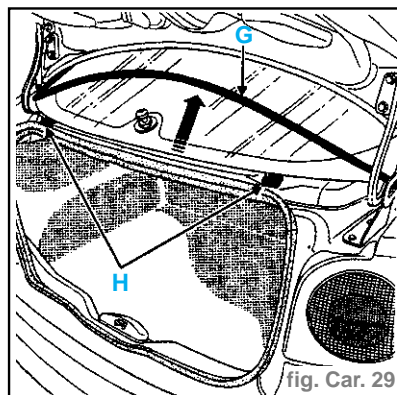
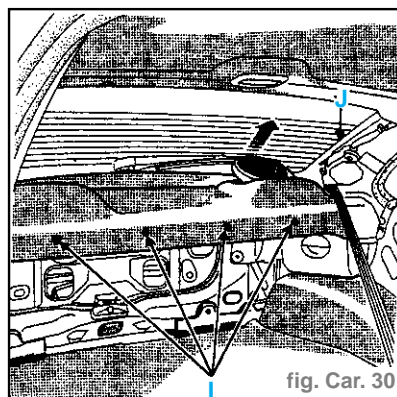

fig. Car. 29
fig. Car. 30
- Déposer (fig. Car. 29) :
- l'enjoliveur extérieur (G) en le dégageant en partie basse de la lunette et le déchausser sur toute sa longueur,
- les cales inférieures (H),
- les quatre agrafes (I) (à déclipser côté coffre) (fig. Car. 30),
- Déconnecter le réseau chauffant (J).